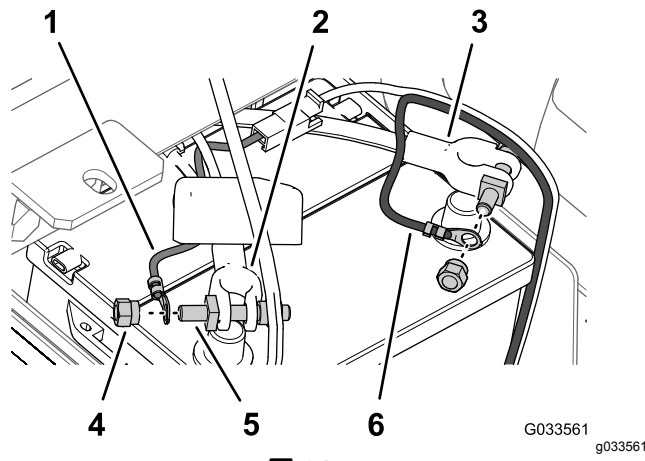

図 31
6. ヒューズ付きリンクスプレーヤ用ワイヤハーネスのリング端子を、プラスのバッテリーケーブルに組み付けてある端子ボルトの端子に、ナットで固定する図 31。
7. マイナスケーブル黒スプレーヤ用ワイヤハーネスのリング端子を、マイナスのバッテリーケーブルに組み付けてある端子ボルトの端子に、クランプナットで固定する図 31。